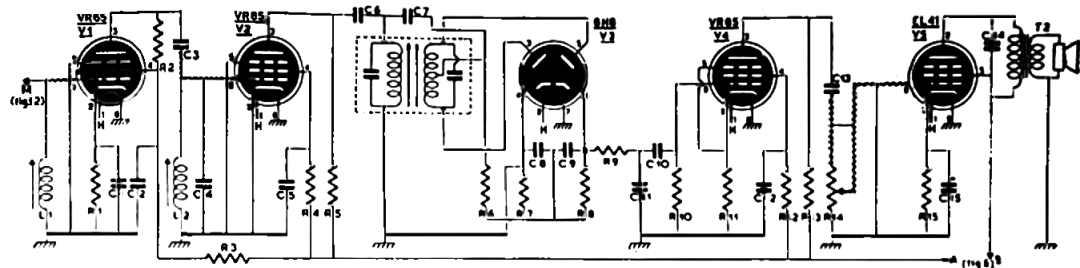

Fig. 15
DE schakeling is in fig. 15 aangegeven, terwijl reeds eerder in deze beschrijving de verbinding van het rooster van V1 naar L1 is aangegeven. De bedrading van V1 en V2 vindt op dezelfde wijze plaats, als voor de beeld-M.F. is omschreven, alleen de voedingsweerstand R2 is op het montagebordje ge-
monteerd, de rest van weerstanden en ontkoppelings-condensatoren worden weer direct aan de buisvoeten gemonteerd. Tussen de laatste synchronisatiescheiderbuis (V10 fig. 12) en de tweede geluids-M.F., tevens limiter (V2 fig. 15) wordt een schermplaatje geplaatst van messing ($\frac{1}{2}$ mm) of een stukje blik van deze dikte. Dit schermpje is rechthoekig van vorm en komt dus tussen de chassis-zijwand en het montagebordje te staan en wordt eenvoudig op zijn plaats gehouden door het scherm dicht tegen één van de aardlippen te laten lopen en hieraan vast te solderen. Op dit scherm wordt ook L2 gemonteerd, terwijl de verbinding tussen deze spoel en C3 (bij de plaat van V1 gemonteerd, tussen de plaatlip en de vrije lip 7) wederom plaats vindt door 'n afgeschermd snoertje met hexode-kap, eveneens reeds ter plaatse in de 62-unit aanwezig, terwijl ook weer een eventuele dempweerstand in de hexode-kap dient verwijderd te worden. De verbinding van de plaat van V2 door C6 naar de primaire van de discriminator-transformator T1 gebeurt door een gewoon stukje montagedraad zonder afscherming en wordt doorgevoerd door de rechterzijwand van het chassis en de omgezette kant van het audio-chassis en is in fig. 3 aangegeven op 19 mm van de rand van het 62-unit chassis.
tingslip ontbreekt, hetgeen echter geen overwegend bezwaar is, daar de centertap dan maar om één van de pertinax pootjes wordt heen geslagen en hier met een druppeltje Velpen vastgemaakt wordt. De volumeregelaar van het geluid, R_{14} (fig. 15) wordt gemonteerd links op de sierfrontplaat; heeft men deze nog niet gemaakt, dan kan een voorlopig beugeltje dienst doen voor bevestiging van de pot.meter. Vanzelfsprekend moet de verbinding van deze pot.meter naar het audiochassis door
Hiertoe verplaatst men R_9 voorlopig van de rechterkathode naar het knooppunt tussen R_7 en C_8 , de FM detector is dan geschikt voor AM. Vervolgens sluit men de meetzender, gemoduleerd, aan op de plaat van V_2 en regelt de primaire zijde van T_1 af op max. output (outputmeter over de secundaire van de uitgangstrafo T_2) en vervolgens de secundaire. De meetfrequentie bedraagt ca. 7,75 Mc. Vervolgens verplaatst men de meetzender naar de plaat van V_1 (fig. 15) en regelt L_2 af op max. output en tenslotte wordt L_1 afgeregeld door de meetzender naar de plaat van V_1 (fig. van V_4 (fig. 12). Men laat de meetzender nu zo staan en brengt de detector weer in de FM positie door R_9 weer aan de kathode (8) te verbinden. Nu regelt men de secundaire van T_1 af op minimum output; men zal een scherpe dip hiervoor vinden. Vervolgens vermindert men de output van de meet-
geluid. Verstemming van L_1 (fig. 15) geeft verstemming van L_0 (fig. 12), zodat men hierop wel attent dient te zijn bij de afregeling. Hiermede is ook dit en laatste gedeelte van de TV ontvanger gereed gekomen.